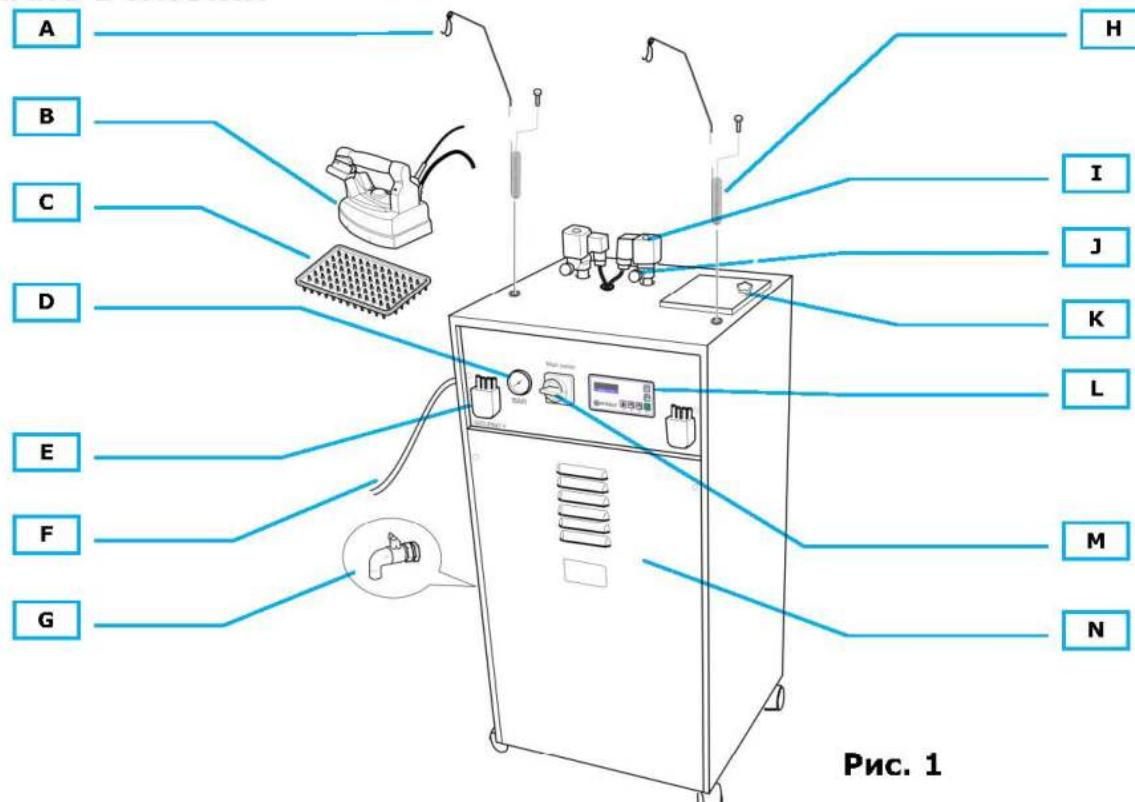

Рис. 1
- Закрепите держатель (рис. 1-H) в соответствующем отверстии и подключите утюг к разъему (рис. 1-E).
- Закрепите паропровод к электроклапану с помощью зажима (рис. 1-I).
- Закрепите кабели на крючки держателя кабеля (рис. 1-A), избегая перекручивания.
- Установите утюг на прилагаемый резиновый коврик (рис. 1-C).
Чтобы наполнить бак генератора водой, необходимо поднять дверцу (рис. 1-К) и налить воду внутрь, следя за тем, чтобы не пролить ее на парогенератору или электронный блок управления.
2. Подождите, пока не загорится значок котла. Возьмите утюг за ручку, поверните его к полу и нажмите клавишу утюга (рис. 2) 4-5 раз, чтобы выпустить пар. Это нужно для нагрева паропровода и предотвращает утечку воды из утюга. Поток пара регулируется винтом электроклапана (рис. 1-J).